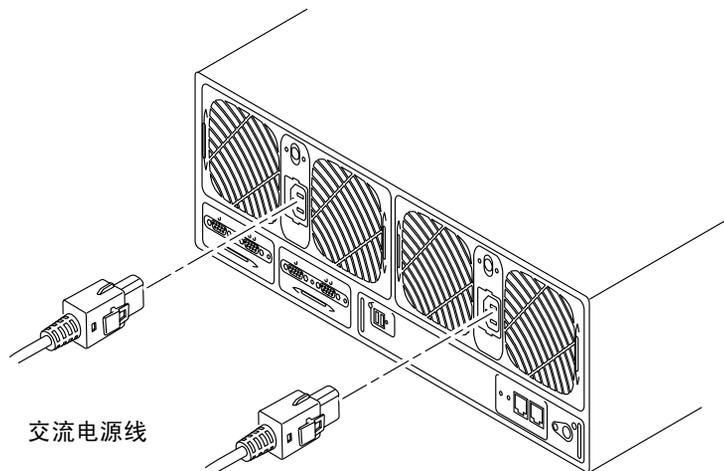

图 6-4 连接电源线
7. 将两根电源线连接到主部件背后的两个电源及冷却装置（图 6-4）。